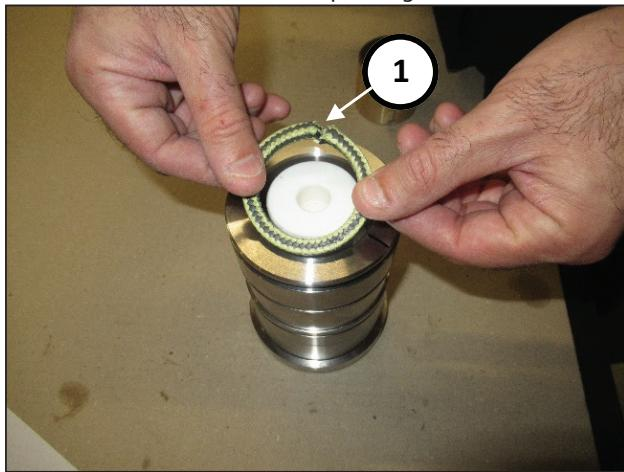

Fig. 180
Insérer les joints d'étanchéité KC en s'assurant qu'ils se trouvent à 120° l'un de l'autre (rep. ①, Fig. 180).